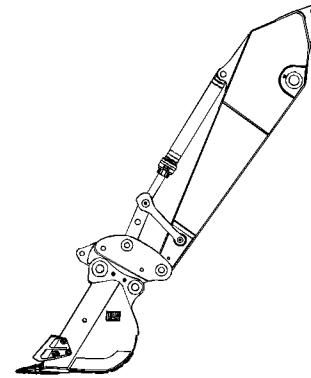

Ilustración 283
- 1.** Cuando usa un acoplador rápido con sujetapasador hidráulico, se puede conectar un cucharón que esté en posición invertida. Observe la ilustración 283 para obtener un ejemplo de cómo conectar un cucharón que esté en posición invertida.